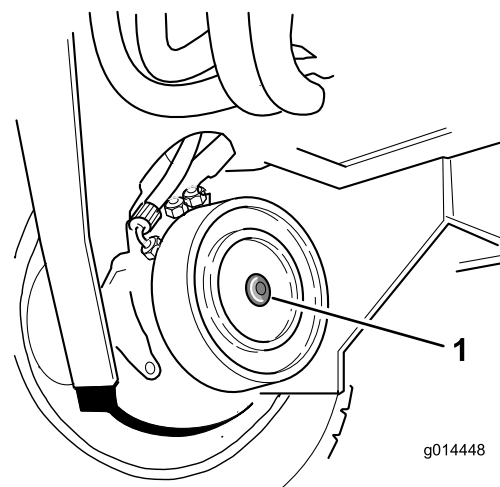

Bild 39
2. Machen Sie die Scheibenbremse des rechten Vorderradmotors ausfindig und entfernen Sie die Sechskantschraube (Bild 39).